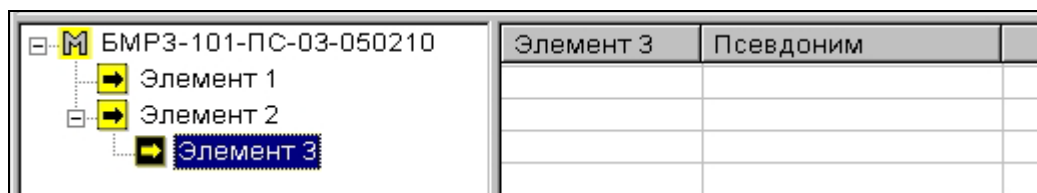

Рисунок 121
- а) выбрать нужную вкладку – элемент в поле «Дерево параметров» (рисунок 121).